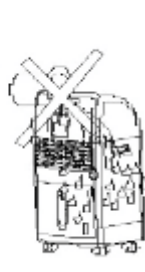
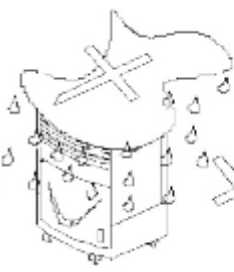

рис. 9
рис. 10
7. Избегайте контакта устройства, а особенно панели управления и световой индикации, с водой. См. рис. 9, рис. 10.